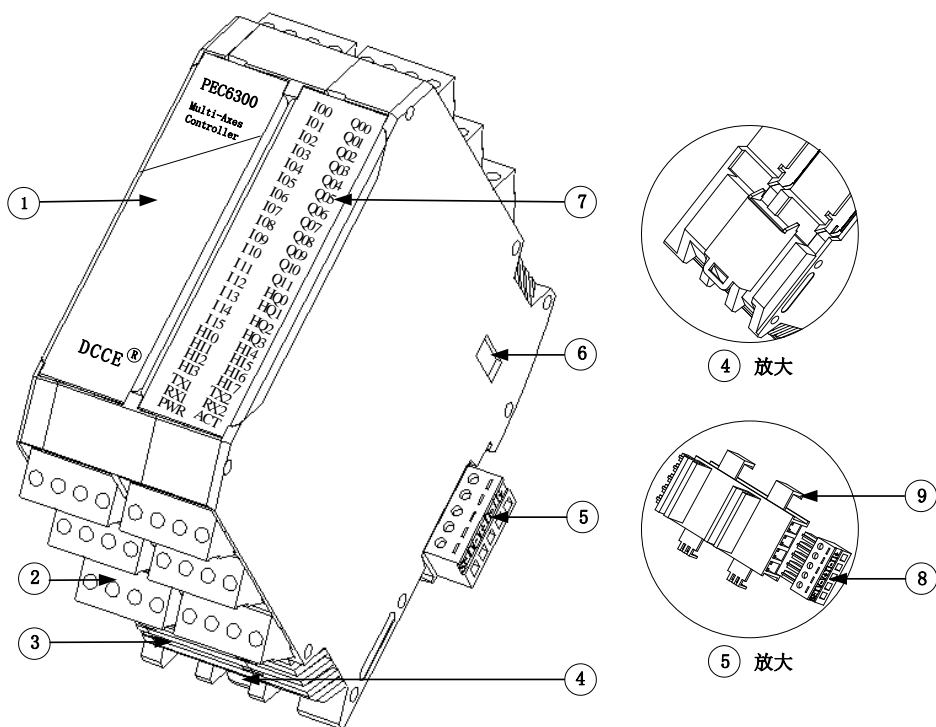

图 4-1-1 整体外观
PEC6300 主要由以下几部分组成：①型号贴：说明产品型号。②输入输出端子：输入输出与通信接线端子。③散热口：确保产品快速散热。④导轨卡扣：将控制器安装到 DIN 导轨上的夹具。⑤总线连接器：由电源端子⑧和连接器底座⑨组成。⑥拨码开关：进行硬地址设置、电池控制与工作/调试模式切换。⑦指示灯：指示设备运行状态。图 4-1-1 为产品整体外观图。